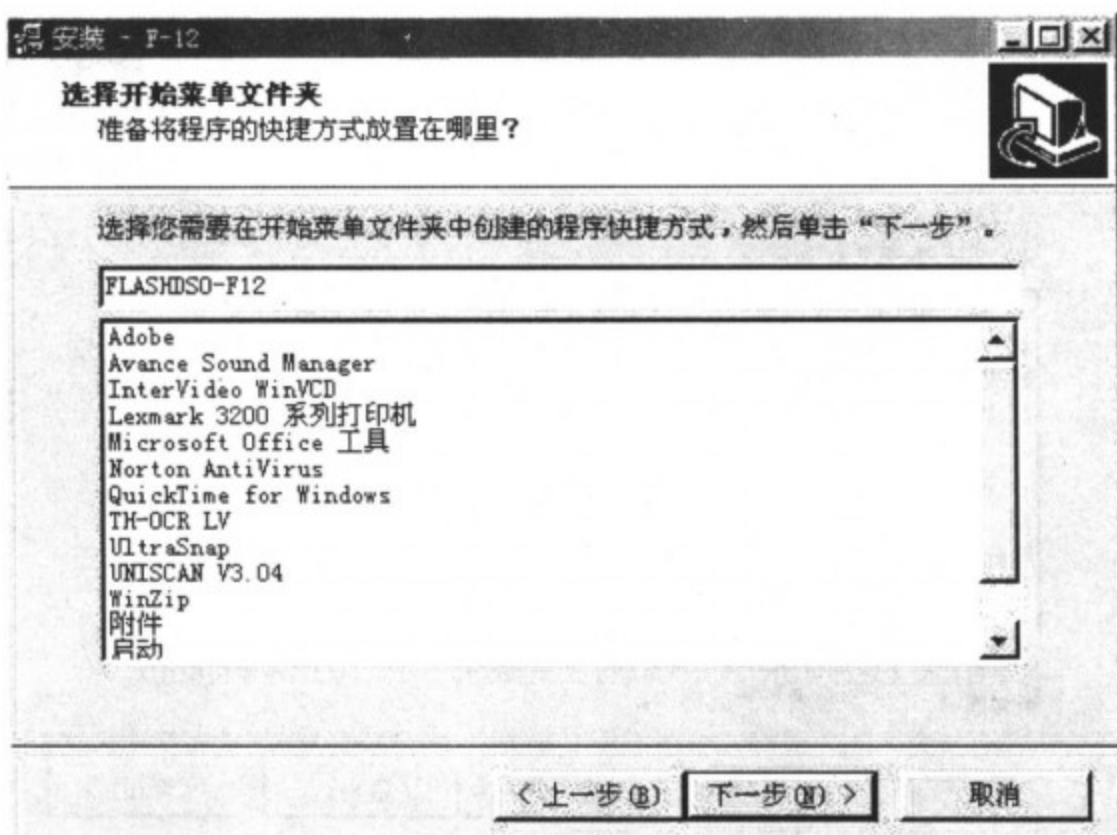

图 8-14 选择开始菜单文件夹
(5)选择开始菜单文件夹。选择开始菜单文件夹如图 8-14 所示。